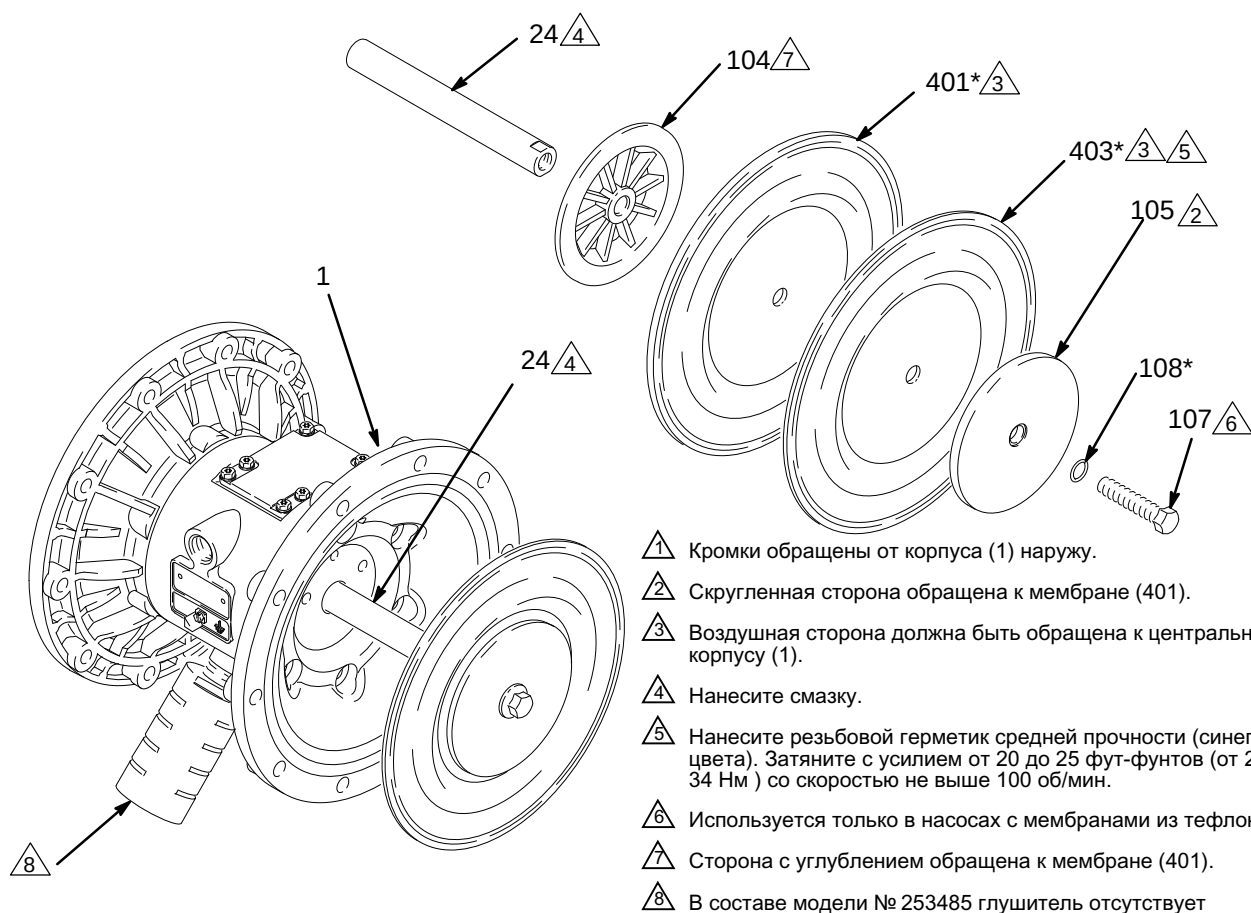
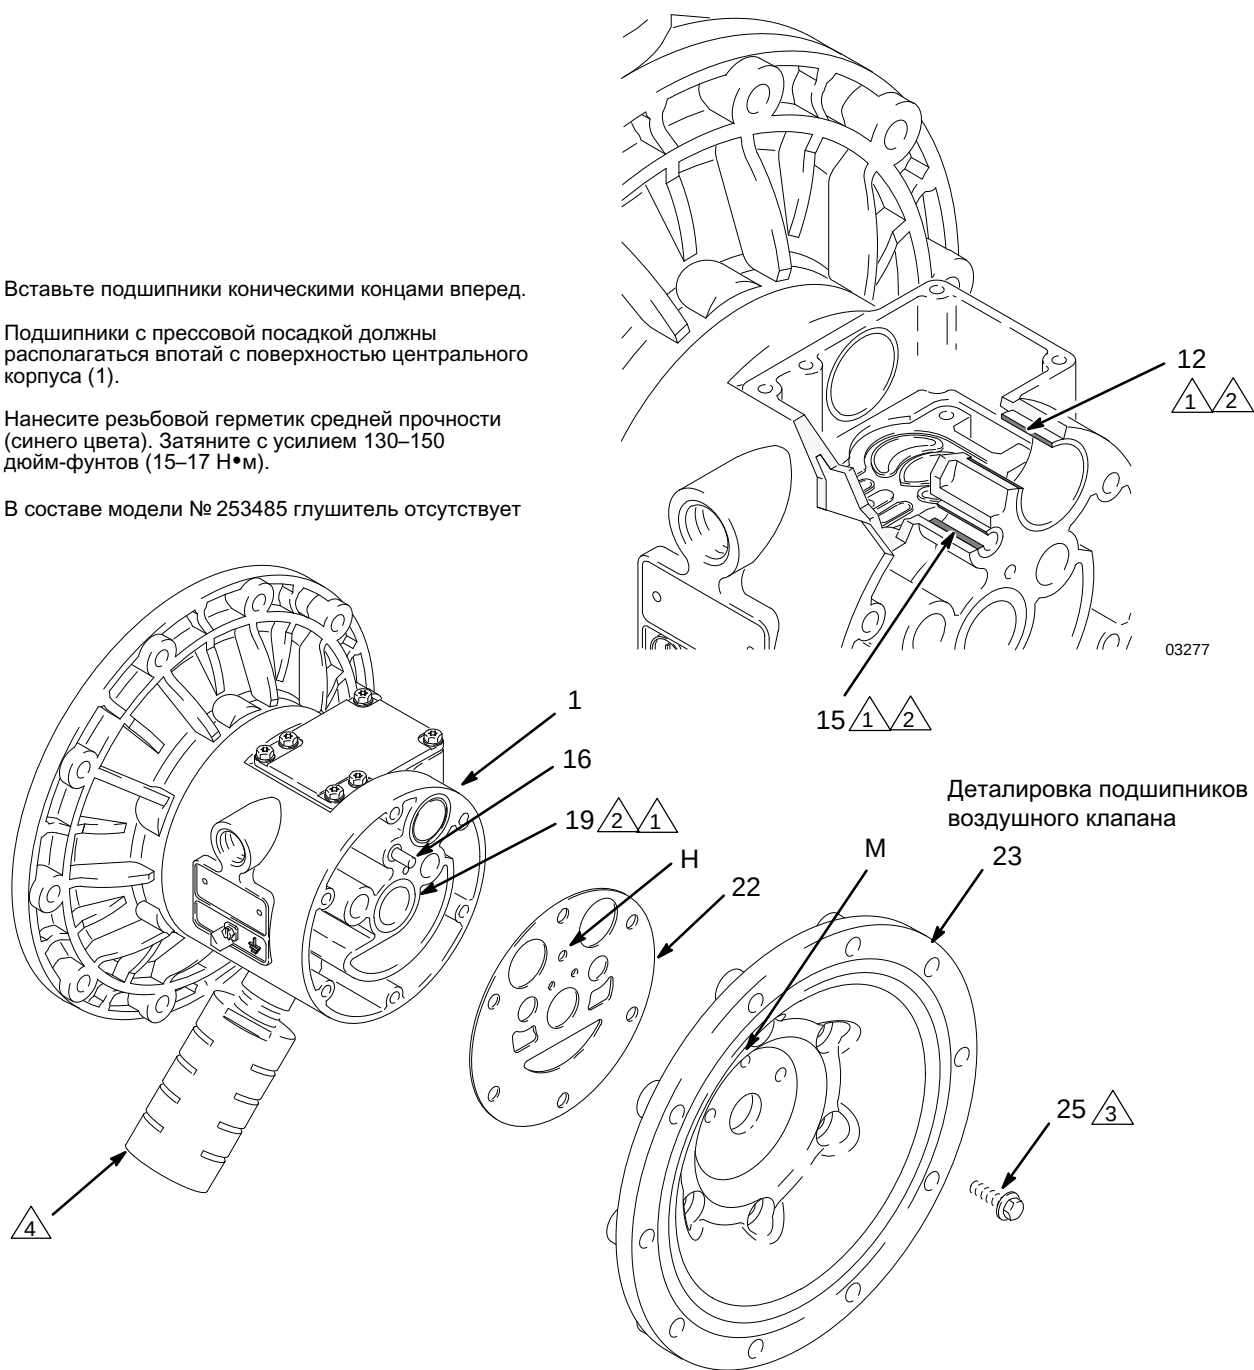

Рис. 12
Рис. 13
4. Ослабьте затяжку, но не выкручивайте полностью болты вала мембраны (107), используя для обоих болтов торцевой ключ на 15 мм (1" для моделей из нержавеющей стали). ПРИМЕЧАНИЕ: Это действие не относится к насосам с многослойными литыми мембранами.
5. Выверните один болт из вала мембраны (24) и снимите уплотнительное кольцо (108), пластину мембраны на жидкостной стороне (105), мембрану из тефлона (403, используется только на моделях из тефлона), мембрану (401) и пластину мембраны воздушной стороны (104). См. Рис. 12.
1. Установите сальники u-образного сечения вала (402\*) так, чтобы их кромки были обращены наружу корпуса (1). Нанесите смазку на уплотнения. См. Рис. 12.
2. Установите узел мембраны на один из концов вала (24) следующим образом. Для насосов с многослойными литыми мембранами переходите сразу к действию g.
5. С помощью торцевого гаечного ключа на 10 мм выверните винты (25) крепления крышки воздушной секции (23) к центральному корпусу (1). См. Рис. 13.
6. Извлеките прокладки крышки воздушной секции (22). Всегда заменяйте прокладки новыми.
7. С помощью съёмника подшипников снимите подшипники (19) вала мембраны, подшипники (12) воздушного клапана или подшипники (15) направляющих штифтов. Не снимайте неповрежденные подшипники.
8. Если вы сняли подшипники (19) вала мембраны, введите в центральный корпус (1) съёмник уплотнительных колец, подцепите П-образные уплотнения (402) и извлеките их из корпуса. Осмотрите уплотнения. См. Рис. 12.
1. Если вы снимали сальники вала с и-образным сечением (402\*), то установите их на место так, чтобы их кромки были обращены наружу корпуса (1).
2. Подшипники (12, 15 и 19) имеют коническую форму, поэтому установить их можно только одним способом. Вставьте подшипники в центральный корпус (1) коническими концами вперед. Используя пресс или блок и резиновый молоток, установите подшипник с прессовой посадкой так, чтобы он находился на одном уровне с поверхностью центрального корпуса.
4. Совместите новую прокладку (22) крышки воздушной секции так, чтобы направляющий штифт (16), выступающий из центрального корпуса (1), прошел через соответствующее отверстие (Н) в прокладке.
5. Совместите крышку (23) воздушной секции так, чтобы направляющий штифт (16) попал в среднее отверстие (М) из трех небольших отверстий, расположенных возле центра крышки. Нанесите резьбовой герметик средней прочности (синего цвета) на резьбу винтов (25), установите винты и затяните их от руки. См. Рис. 13. Используя торцевой ключ на 10 мм, равномерно затяните противоположные винты с усилием 130–150 дюйм-фунтов (15–17 Н•м).